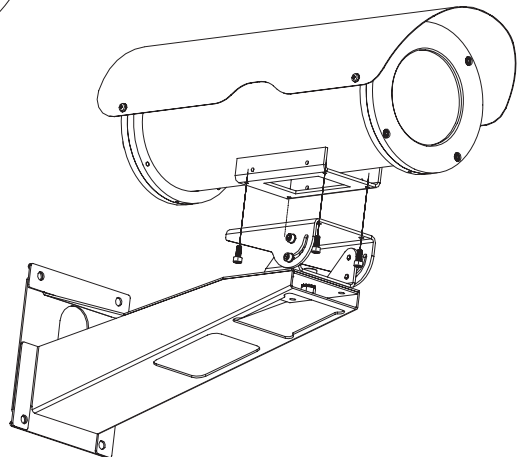
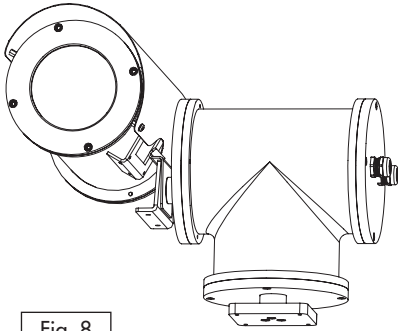

Fig. 7
Fig. 8
4. Bevor das Gehäuse wieder schließen, den Boden wieder einfügen und den Schlitten, in Funktion vom Installationstyp (auf der Wandhalterung, Fig. 7, oder auf dem Schwenkkopf, Fig. 8) orientieren.
1. Während des Verschlusses, sich vergewissern, daß der innere Schlitten des Gehäuses, in Funktion von der Installationstyp, richtig orientiert wird. Die Gehäusesbasis muß unter dem Gehäuse für die Wandhalterung-Montage (Fig. 7) und auf der Seite des Gehäuses für Schwenkkopf-Montage (Fig. 8) positioniert werden.
3. Das Gehäuse auf der Wandhalterung (Fig. 7) oder auf der Schwenkkopf-Halterung (Fig. 8) montieren.